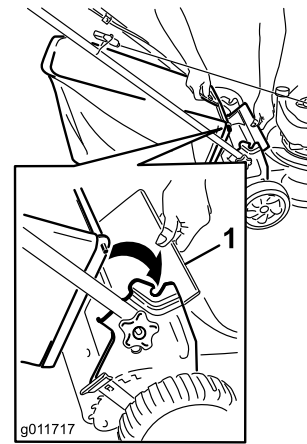

Figure 21
1. Soulevez le déflecteur arrière (Figure 21).
2. Accrochez la poignée du bac à herbe aux crans des supports (Figure 21).